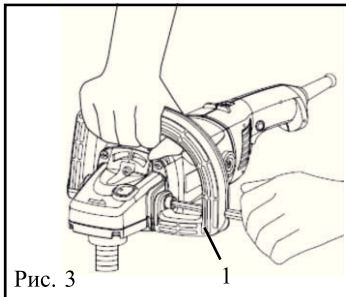
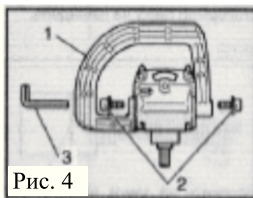
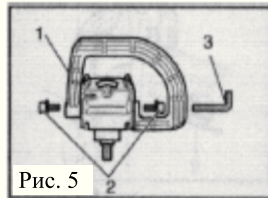

Рис. 3 1
Рис. 4
Рис. 5
**Внимание!** Перед работой всегда проверяйте надежность крепления боковой рукоятки. Прочно закрепите боковую рукоятку (рис. 3, поз. 1) на месте с помощью двух болтов и шестигранного ключа. Рукоятка может быть закреплена на инструменте как в левом (рис. 5), так и в правом положении (рис. 4).